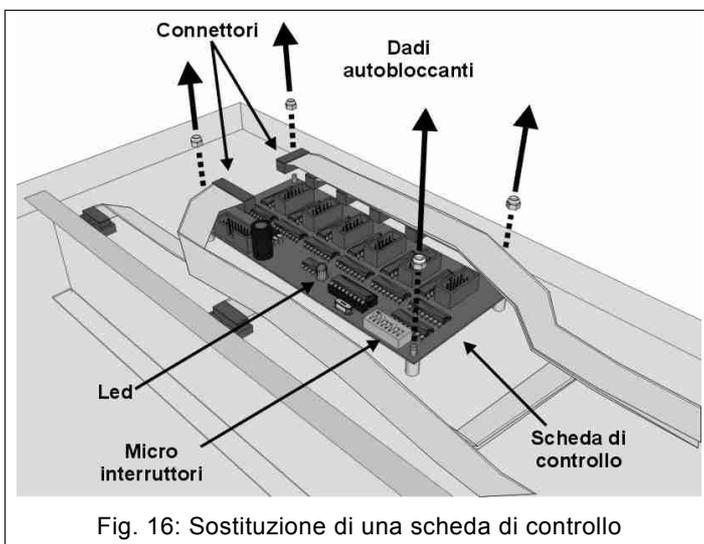

Fig. 16: Sostituzione di una scheda di controllo
2. Cambiare il cavo di collegamento tra la scheda LED e quella di controllo (Fig. 16).
- b) individuare la scheda di controllo collegata al gruppo di schede LED non funzionanti attraverso i cavi piatti a 10 vie (Fig. 16). Se fornendo alimentazione al tabellone, il LED presente su tale scheda di controllo (Fig. 16) appare acceso o lampeggiante, allora sostituire la scheda di controllo (capitolo 7.2); altrimenti, se il LED risulta spento:
6. Individuare la scheda (o le schede) di controllo, alloggiata sul lato interno del supporto (Fig. 16), alla quale sono collegate le schede LED non funzionanti; estrarre da essa tutti i connettori prendendo nota della loro posizione.
7. Mediante una chiave da 5,5 mm svitare i 4 dadi di blocco della scheda di controllo (Fig. 16) e quindi toglierla dalla sede.